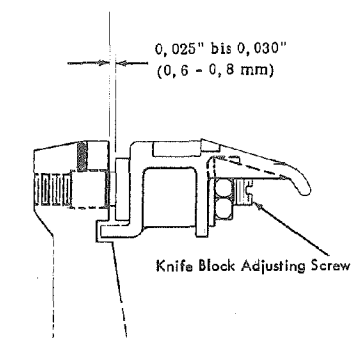

Abb. 4 Justage des Zuf. Messerblocks
Die Zuführungsmessernocken (card feed cams) auf Abnutzung und Schmierung prüfen. Die komplementär geführten Nockenhebel (cam followers) dürfen an keiner Stelle auf der Peripherie der Nockenscheiben klemmen. Prüfen, ob sich die Zuführungsmesser (picker knives) um $0,015''$ bis $0,020''$ ($0,4 - 0,5 \text{ mm}$) über die Stirnfläche des Führungsblokes (card guide post) hinaus bewegen. Eine Lochkarte am ersten Transportrollenpaar anlegen und die Ausrichtung der Zuführungsmesser zum hinteren Kartenrand prüfen. Der Abstand zwischen Zuführungsmesserarm (picker knife arm) und Ansatz am Haltebolzen (mounting stud) muss zwischen $0,025''$ und $0,030''$ ($0,6$ und $0,8 \text{ mm}$) sein (vergl. Abb. 4).
1. Zuführungsmesserblöcke (picker knife blocks) justieren, so dass zwischen Messerarm und Ansatz des Befestigungsbolzens ein Abstand von 0,025" (0,65 mm) besteht (vergl. Abb. 4).
4. Durch Justage des Befestigungsbolzens für den Messerblock werden die Zuführungsmesser auf das erste Transportrollenpaar ausgerichtet. Es wird eine Karte in das Magazin und gegen das erste Rollenpaar gelegt. Nach richtiger Einstellung der beiden Bolzen muss der Abstand zwischen den Armen und dem Ansatz an den Bolzen 0,025" und 0,030" (0,65 bis 0,75 mm) sein (vergl. Abb. 4).